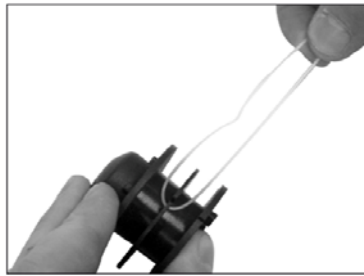

Fig. 10a
3. Znajdź punkt w połowie długości żyłki tnącej, zagnij żyłkę w tym punkcie i umieść ją w rowku szpuli zgodnie z rys. 10a.